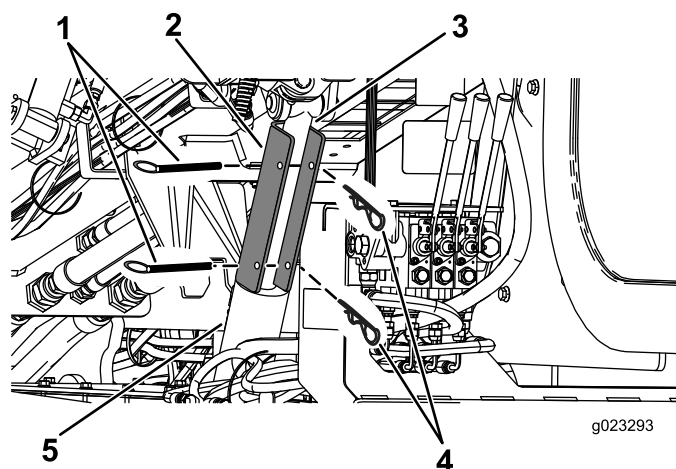

Figura 99
4. Posicione a trava do cilindro sobre a haste do cilindro (Figura 99).
5. Prenda a trava do cilindro com a cavilha e o contrapino (Figura 99).
4. Retire o contrapino e o pino de fixação da trava do cilindro (Figura 99).